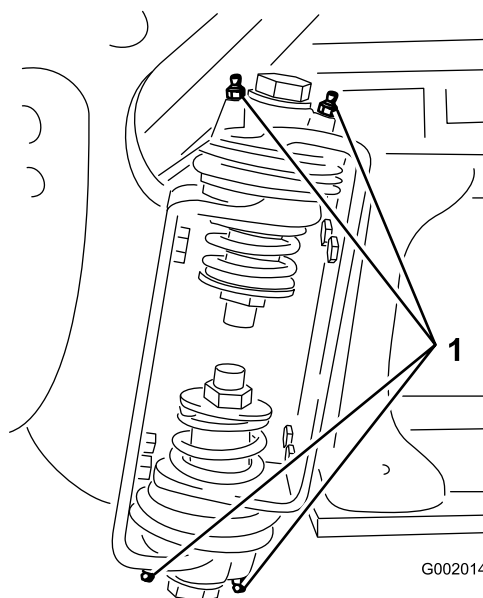

Figura 65
2. Pompate del grasso nel raccordo di ogni cuscinetto o boccia (Figura 65).